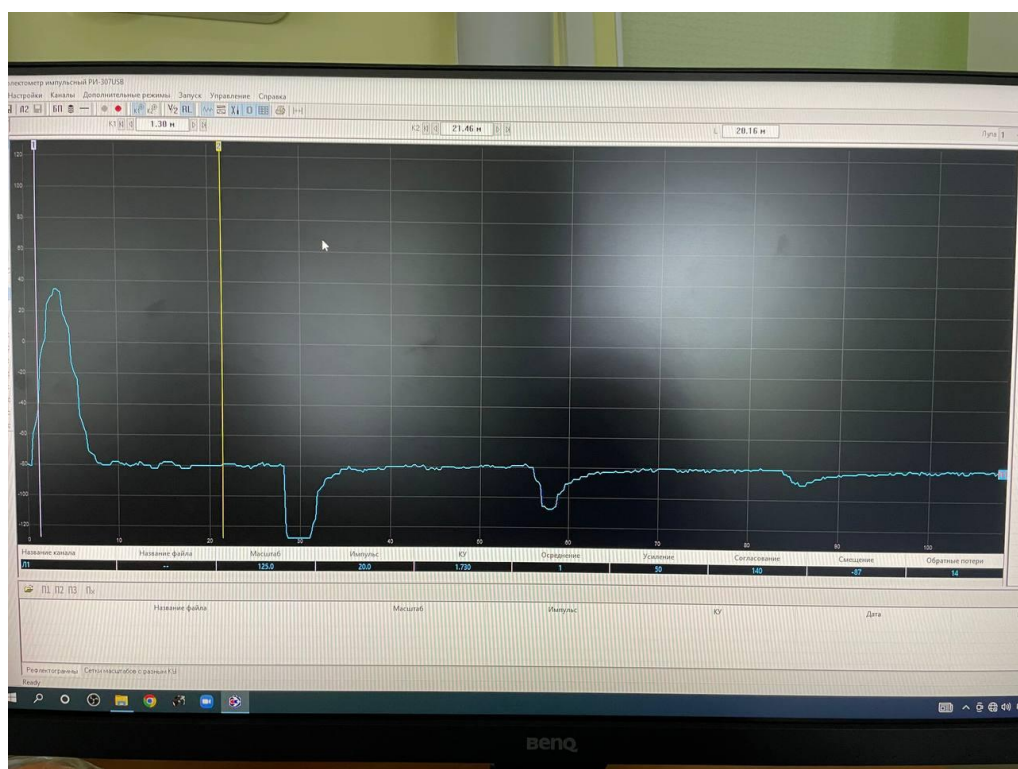

Рисунок 3 – Рефлектограмма зеленого провода
- похожим образом (Рисунок 3) выглядит дефект “обрыв кабеля” – это обрыв одной жилы кабеля (имеется также целая жила). Дефект выглядит как положительный отклик, похожий на дефект “обрыв всех жил кабеля”, однако можно различить также на этой рефлектограмме отклик от конца кабеля, расположенный на 118 метрах.